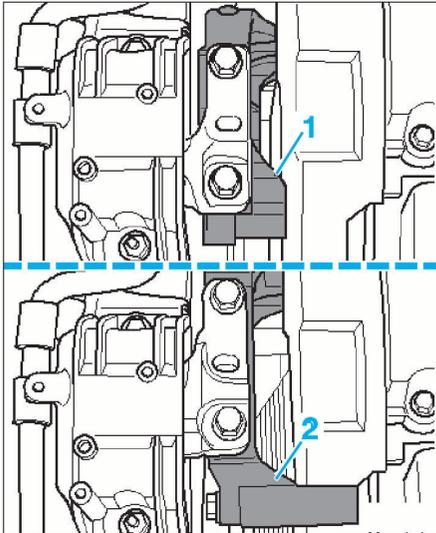

FIG. 16
*Si le véhicule est équipé d'un petit support moteur droit (1), il est nécessaire de le déposer pour déposer la courroie de distribution (Fig.16). Par contre, si le véhicule est équipé d'un grand support moteur droit (2), il n'est pas nécessaire de le déposer pour déposer la courroie de distribution.*